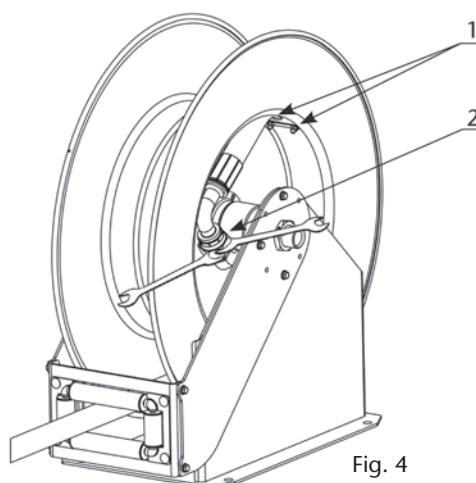
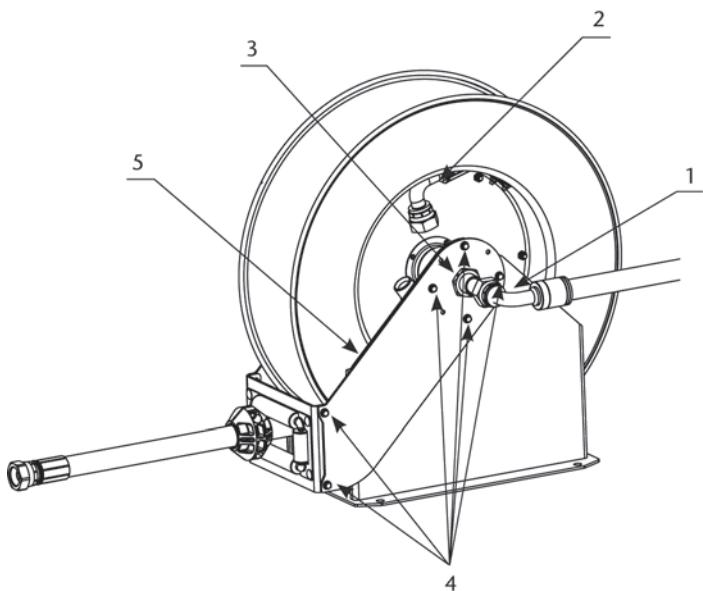

Fig. 4
Fig. 7
2. Remove the U-bolt by loosening its nuts (1) and disconnect the hose from the swivel (2) by using two wrenches (fig. 4).
4. Connect the new hose to the swivel by using two wrenches. Place the U-bolt in such a way that it firmly holds the hose against the spool, and pull the hose in order to unlock the ratchet (fig. 4).
2. Retire el abarcón aflojando sus tuercas (1) y desconecte la manguera de la rótula (2) utilizando dos llaves (fig. 4).
4. Conecte la nueva manguera a la rótula utilizando dos llaves, coloque el abarcón de modo que sujeté la manguera contra el tambor firmemente, y tire de ella para soltar el trinquete (fig. 4).
- Retirez les boulons en U en desserrant leurs écrous (1) et débranchez le flexible de la rotule pivotante (2) en utilisant deux clés (fig. 4).
- Raccordez le nouveau flexible à la rotule pivotante en utilisant deux clés. Placer les boulons en U pour maintenir le flexible fermement sur le tambour et tirez le flexible pour libérer le cliquet (fig. 4).
- Entfernen Sie den Bolzen, indem sie die Muttern (1), mit denen er befestigt ist, lösen, und trennen Sie den Schlauch mittels zweier Schlüssel vom Anschlussgelenk (2) (Abb. 4).
1. Disconnect the hoses of the inlet shaft (1) and the swivel joint (2) (fig. 7). On the swivel, use two wrenches (fig. 4) in order to avoid any shaft damage.
2. Loosen the set screw in the nut (3) and remove said nut.
3. Remove the screws (4) and the arm (5).
1. Desconecte las mangueras en la acometida (1) y en la rótula (2) (fig. 7). En la rótula utilice dos llaves (fig. 4) para evitar dañar el eje.
2. Afloje el prisionero de la tuerca (3) y desenrosque dicha tuerca.
3. Desenrosque los tornillos (4) y retire el brazo (5).
1. Déconnecter le flexible dans de l'axe central (1) et de la rótula (2) (fig. 7). Utiliser deux clés pour la rótula (fig. 4) pour éviter d'endommager l'axe.
2. Desserrer l'écrou prisonnier (3) et le retirer.
3. Dévissez les vis (4) et retirer le bras (5).
1. Lösen Sie die Schlauchverbindungen am Schlaucheingang (1) und am Anschlussgelenk (2) (Abb. 7). Benutzen Sie zwei Schlüssel beim Anschlussgelenk, damit die Achse nicht beschädigt wird.
2. Lösen Sie die Stellschraube an der Mutter (3) und schrauben Sie die Mutter ab.
3. Entfernen Sie die Schrauben (4) und den Arm (5).